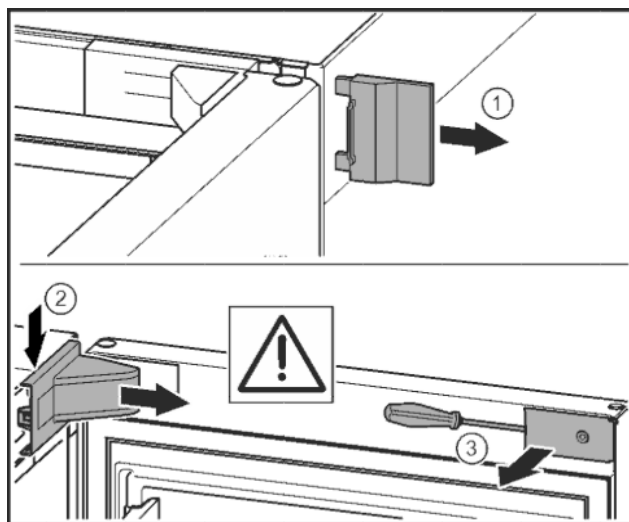

Fig. 6
- ▶ Buitenste afdekking verwijderen. Fig. 6 (1)
- ▶ Lagerboutafdekking ontgrendelen en losmaken. Afdekking van de lagerbus verwijderen. Fig. 6 (2)
- ▶ Paneel met de sleufschroevendraaier losmaken en naar de zijkant draaien. *Fig. 6 (3)*